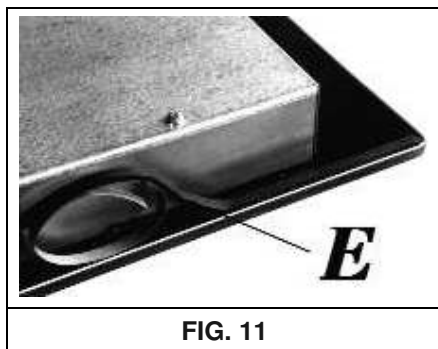

FIG. 11
- Renverser la plaque et placer correctement le côté adhésif du joint « E » (fig. 11) sous le bord de la plaque de telle manière, que le côté extérieur du joint coïncide complètement avec le bord périmétral extérieur du verre. Les extrémités des bandes doivent coïncider sans chevauchement.